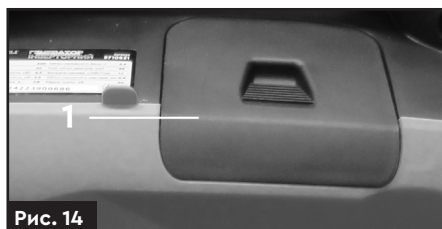
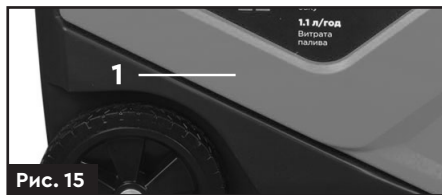

Рис. 14
Рис. 15
1. Відкрийте кришку технічного обслуговування (1) для моделей **5710631** та **5710641** (рис. 14) та (1) для моделей **5710661**, **5710681**, **5710691** (рис. 15).